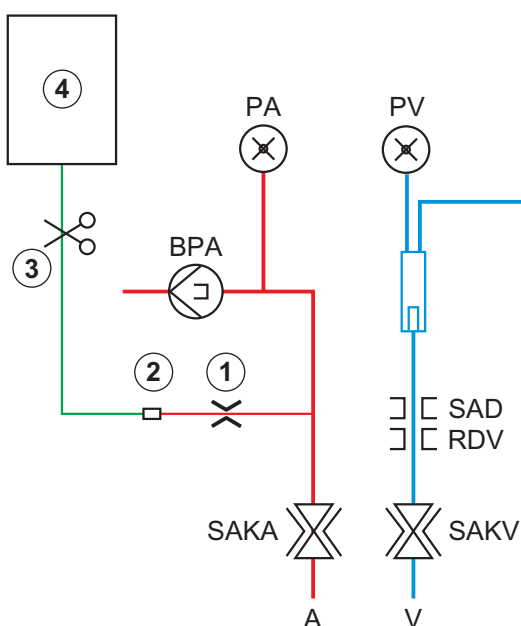

Fig. 6-10 Predisposizione per il bolo arterioso
Se si utilizza un'apparecchiatura HD, occorre collegare la linea di infusione a una sacca di NaCl tramite il raccordo a Y del sistema di linee ematiche (vedere Fig. 6-10 Predisposizione per il bolo arterioso (145)).
3. Collegare la sacca di infusione contenente soluzione fisiologica (Fig. 6-10 , ④ ) allo stativo.